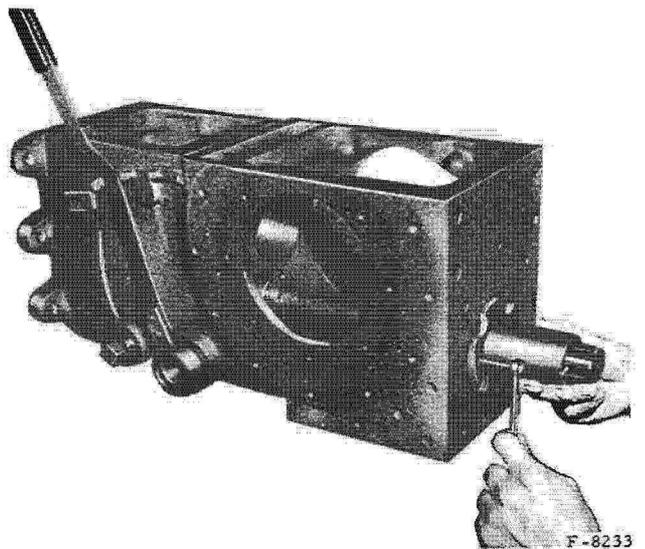

Fig. 35. - Démontage de l'arbre de prise de force.
- A l'aide du dispositif ci-dessous, sortez l'arbre en poussant le flasque au moyen de boulons vissés dans les trous taraudés (fig. 35).